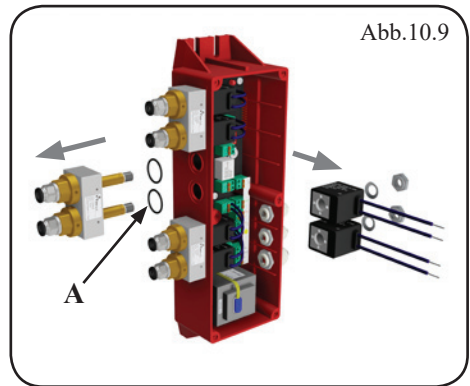

Abb.10.9
- Das Pilotventil aus den Spulen herausziehen (Abb.10.9) und ersetzen.
- Beim Einbau des neuen Pilotventils überprüfen, ob die Dichtung vorhanden ist (Punkt A Abb. 10.9).